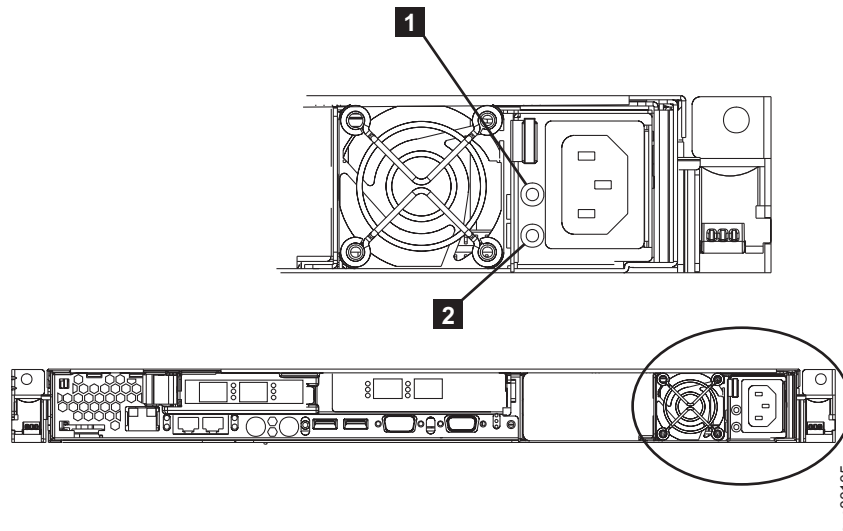

図 61. AC および DC 電源 LED
5. 電源装置のファンが始動して、電源装置上の AC 電源 LED **1** と DC 電源 LED **2** が点灯し、電源装置が正しく作動していることを示していることを確認してください。図 61 を参照してください。